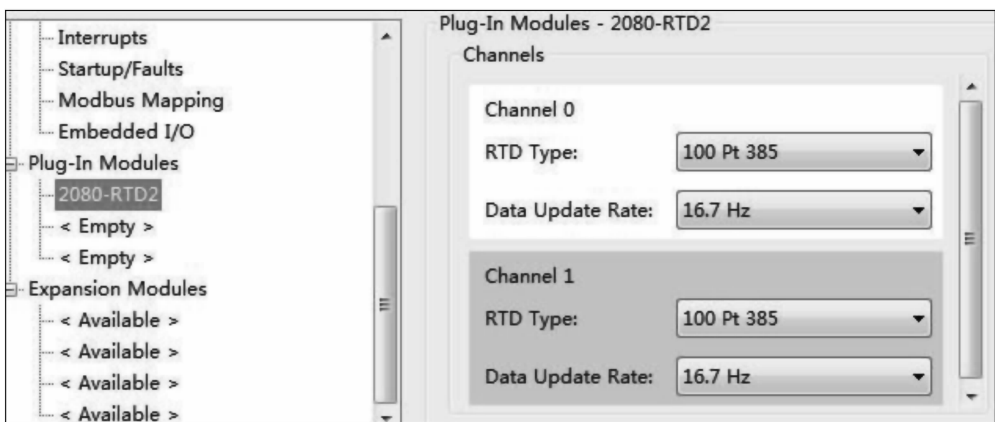

图 8-4 2080-RTD2 参数设置
- 3) 单击 2080-RTD2 热电阻插件模块，根据热电阻的型号和刷新速率设置组态属性，如图 8-4 所示。